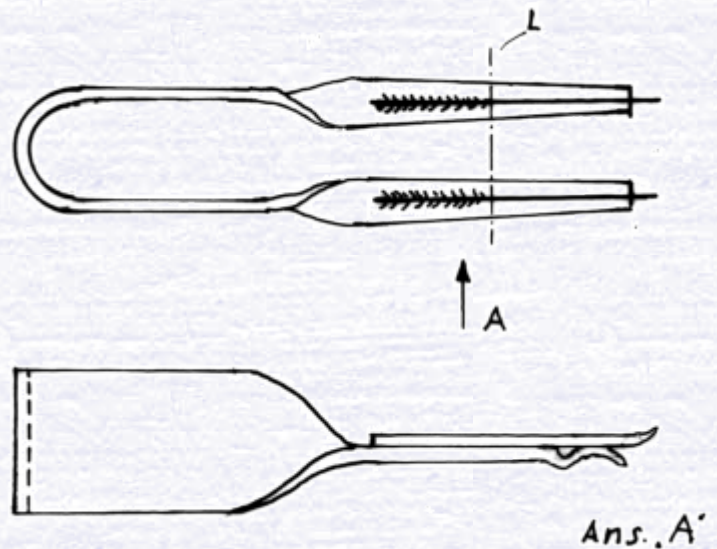

Abb. 12
- c. Das jetzt notwendige Zusammenkleben der beiden Enden zu einem Ring ist manuell möglich, aber da das Auge nur in einer Ebene sieht, stimmt die zweite nie. Also wird etwas gebraucht, das auch die zweite Ebene sichert. Das dürfte machbar sein. Oder wird vielleicht übersehen, daß der zu verbindende Ring nur einen Durchmesser von ca. 6 mm hat, wovon noch die Hälfte im Stoff steckt? Da sich aber keine andere Möglichkeit abzeichnet, begeben wir uns in den Nanobereich. Die Funktionen, die das zu konzipierende Gerät zu übernehmen hat, sind folgende: Die beiden Seilenden sind unabhängig von einander zu greifen und in eine Flucht zu bringen, mit einem Abstand, der die Aufbringung des Klebers ermöglicht. Die Spannung muß so ausgelegt sein, daß sie den zur Verklebung aufzubringenden Druck aushält und trotzdem eine Längenschiebung zuläßt. Außerdem muß die Spannung so weit lösbar sein, daß sich der geklebte Ring entfernen läßt, ohne die Klebestelle zu brechen. Daß die Greifer sich nur in dem vorhandenen Durchmesser bewegen können, ist klar. Das Dingelchen, das diese Forderungen alle erfüllen soll (und dies auch tut), ist in Abb. 12 dargestellt. Das Grundmaterial ist 0,5-mm-Messingblech (die Elastizität reicht für diesen Zweck aus). Die Spannelemente sind zwei 0,5er-Stahldrähte, die mit einer Minischleifscheibe auf der Anlage und Spannseite halb abgeschliffen wurden. Die beiden Aufnahme­rillen haben wir mit einem 0,5er-Bohrerschaft in eine in die Schraubstockbacke geschliffene Rille geschlagen. Man braucht also kein Feinmechaniker zu sein, um das Ding herzustellen. Wenn die Schnäbel schief gehen, macht man sie einzeln und lötet sie an. Die Vorrichtung, die also jetzt vorhanden ist, bringt man in Position, und nachdem der Ring etwas vorgeformt ist, werden die beiden Enden mit einem Stäbchen von 0, 5 x 1 mm in die Klammer gedrückt. Die beiden Enden werden so längsverschoben, daß ein Spalt von ca. 1 mm entsteht. Das Aufbringen des Sekundenkleber-Gels geschieht hier wie auch bei den zuvor genannten Anlässen mit einem flach geschliffenen Zahnstocher, mit dem die entsprechende Menge der Tube entnommen wird.